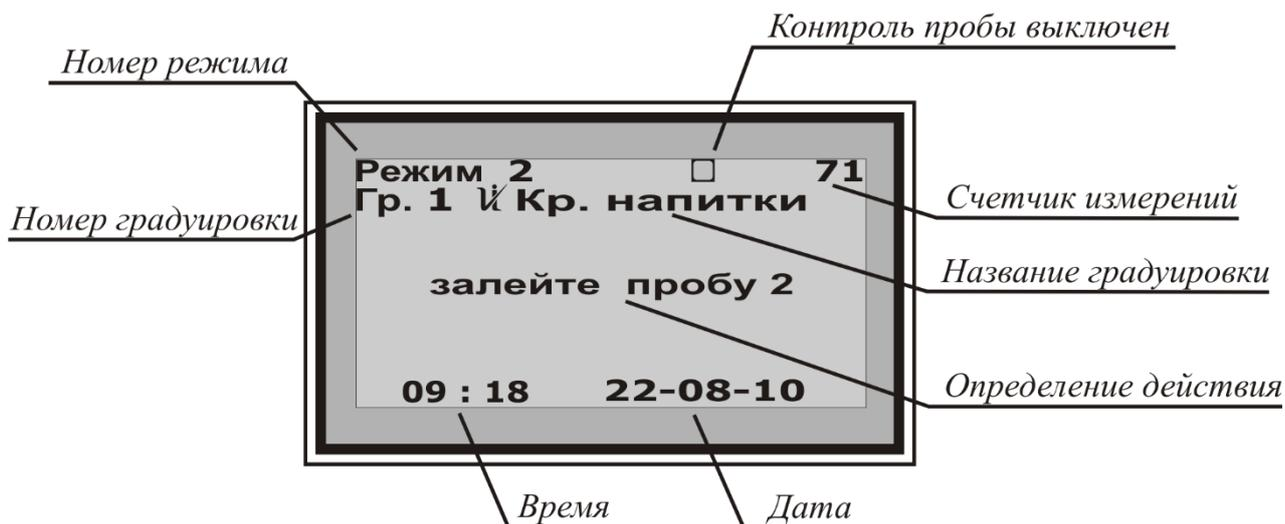

Рисунок 2.8
2.6.1 Для модели анализатора Колос-2 предусмотрен режим, который позволяет выполнить несколько измерений подряд. Данный режим предусматривает единичную или многоступенчатую модификацию пробы определенным образом, и затем последовательное измерение первоначальной и модифицированных проб (рисунок 2.8). При наличии заводской градуировки использующей данный режим у пользователя кроме методики измерений должен иметься набор реактивов для модификации проб. В методике измерений указаны спецификация оборудования и реактивов для проведения такого анализа.